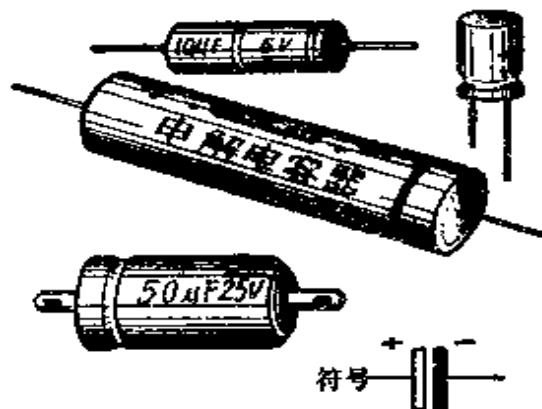

图 3-7
3. 电解电容器 电解电容器简称电解, 是一种固定电容器。它与其他固定电容器比较, 有两个不同的特点: 第一, 电容量大, 一般都有几个微法到几百个微法; 第二, 有正负极性, 使用时不能接反, 否则它的绝缘介质容易被击穿。电解电容器的实物外形和符号如图 3-7 所示。